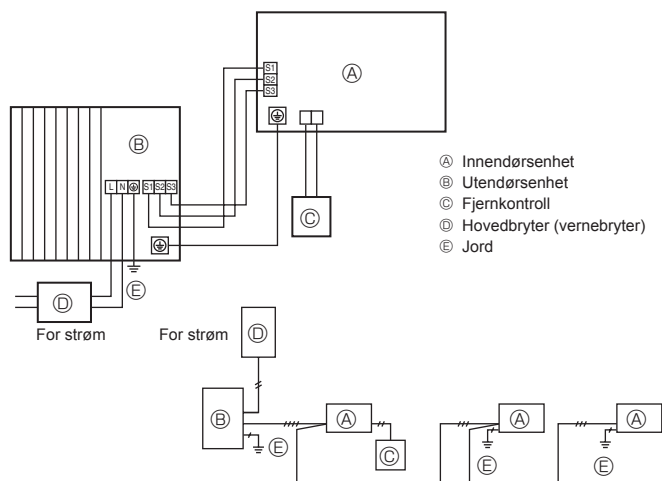

Fig. 7-1
7.1. Utendørsenhet (Fig. 7-1, Fig. 7-2)
- ① Fjern servicepanelet.
- ② Kople til kablene med henvisning til Fig. 7-1 og Fig. 7-2.